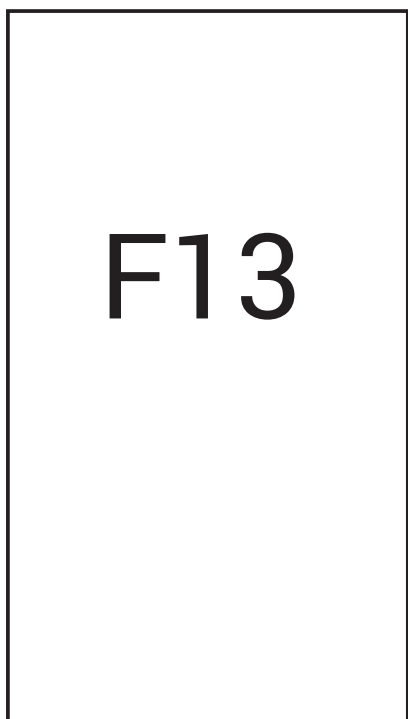

Abb. 4
**Störung Typ F (abb. 4):** Diese Art von Störung wird nach Lösung des Problems automatisch zurückgesetzt.